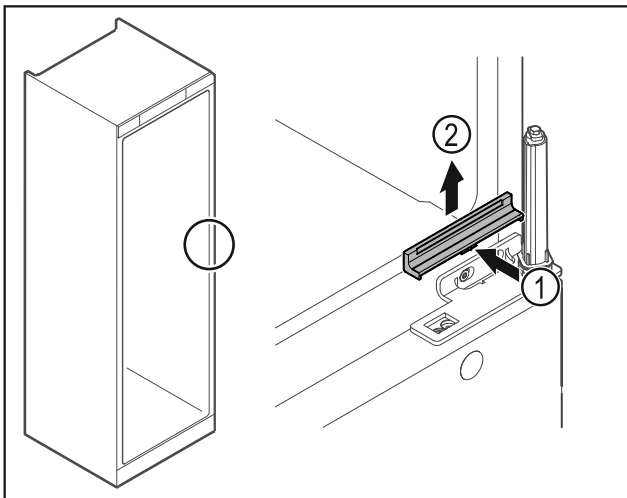

Fig. 32
- ▶ Πιέστε το κάλυμμα Fig. 32 (1) ελαφρά στο κέντρο και αφαιρέστε το προς τα επάνω Fig. 32 (2).